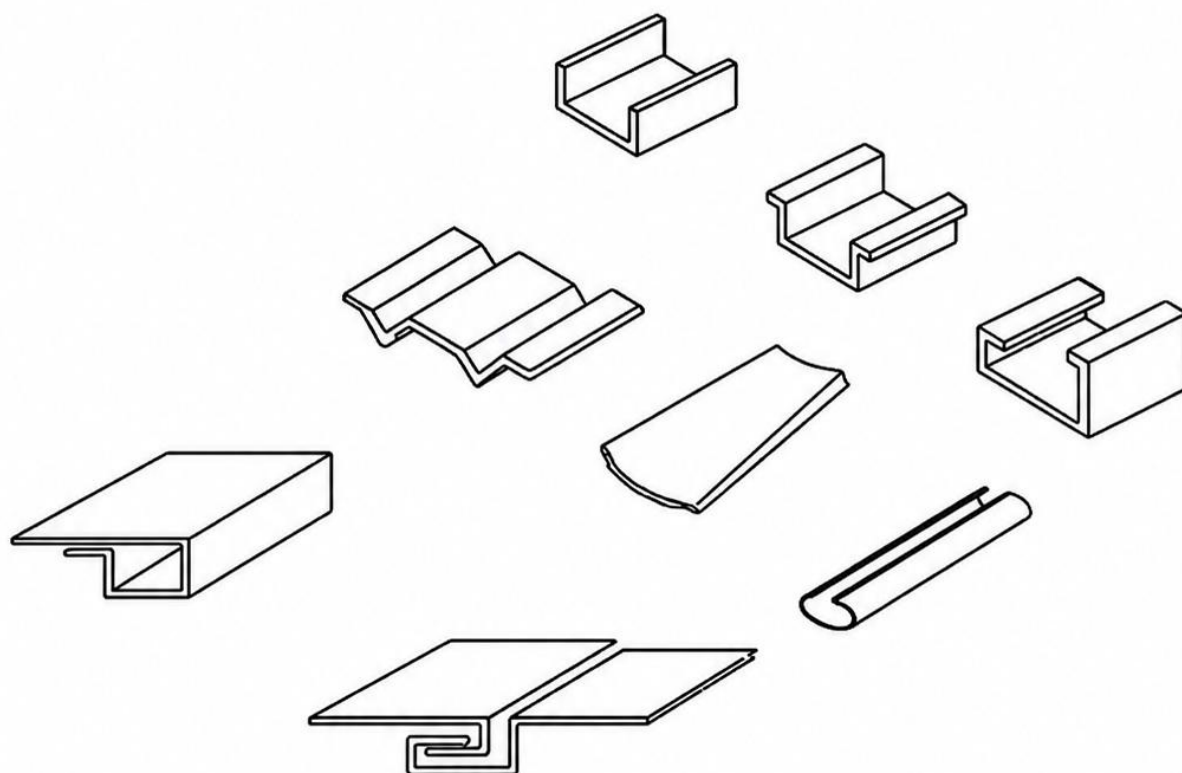

Fig. 1
1.1 Esta máquina es de alta eficiencia y alta precisión para el doblado de láminas metálicas. La abertura de la ranura en V de las matrices inferiores suele ser ocho veces mayor que el espesor de la lámina; debe regularse para láminas de distintos espesores. Utilizando diferentes tipos de matrices superiores e inferiores, pueden doblarse muchos tipos de piezas de trabajo (véase Fig. 1).